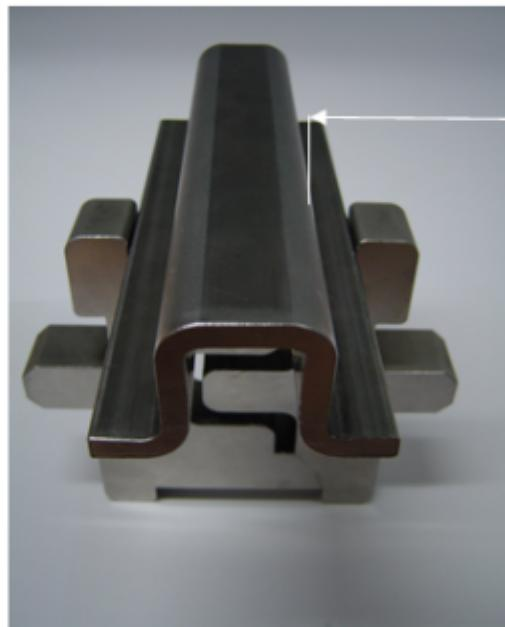

Bild Nr.3 Ermitteln Größt-/ Kleinstmaß,
2. 2. Bild Nr.3: Größtmaß- Außenmaß (GR). Die Lehre muss das Profil umschließen. Das Größtmaß darf nicht überschritten werden!
2. Bild Nr.3: Kleinstmaß- Außenmaß (KL). Die Lehre darf das Profil nicht umschließen. Das Kleinstmaß darf nicht unterschritten werden!